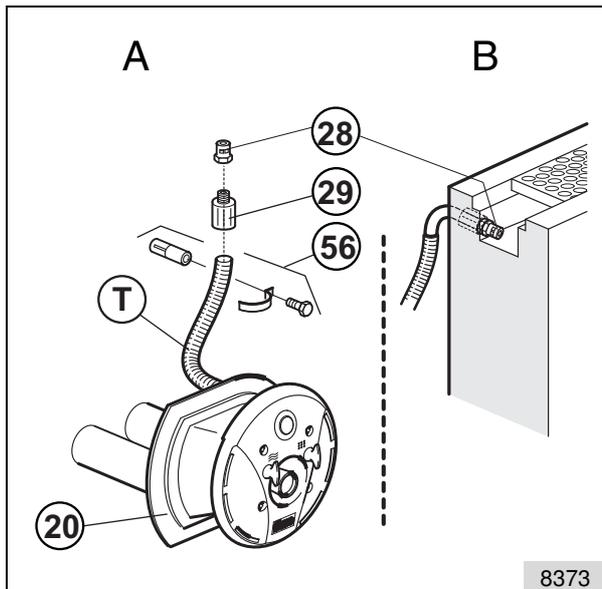

Abb. 23
Das Luftventil (28) mit dem Befestigungssatz (56) an der Beckenwand o.ä. befestigen. Bei ebenerdiger Überlaufrinne, Luftventil (28) in die Rinne setzen, siehe Abb. 23, Detail B.